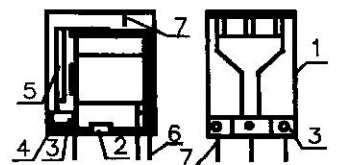

рис. 2
1. Аккуратно отогните пластмассовые защелки 2 (см. рис.2) по бокам реле и сняв крышку 4, вытащите его из корпуса.